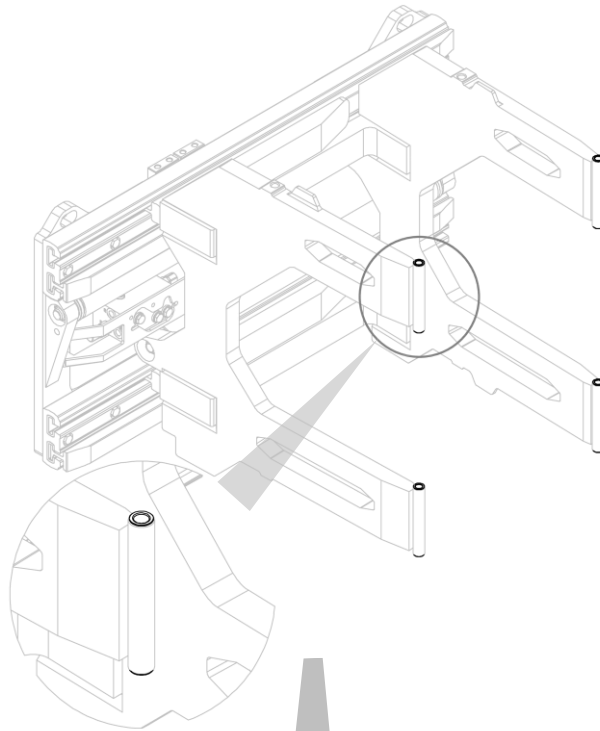
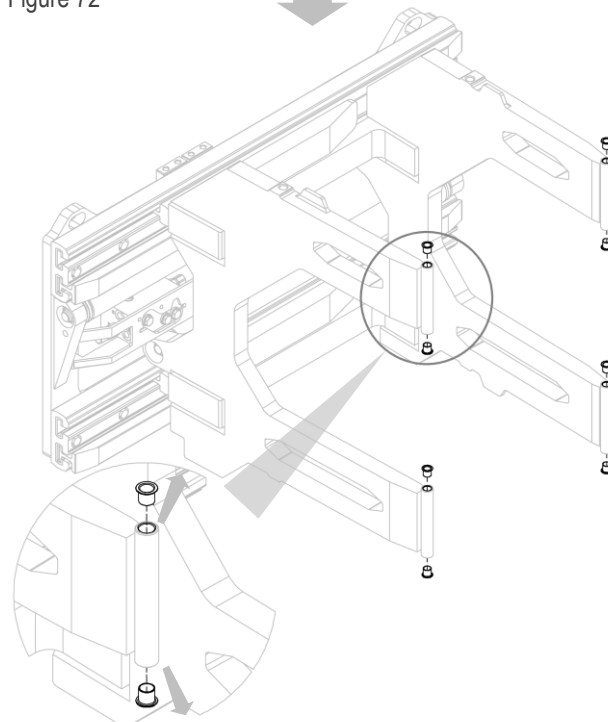

Figure 72
Figure 73
3. Retirer les bagues d'oscillation de leur logement (voir *Figure 72* e *Figure 73*).